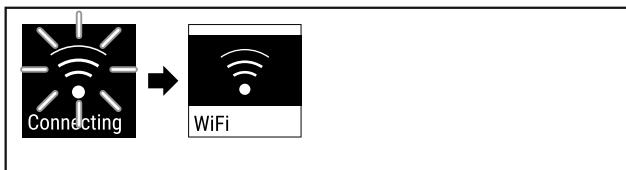

Fig. 86
- Πραγματοποιείται σύνδεση (βλέπε Fig. 86).